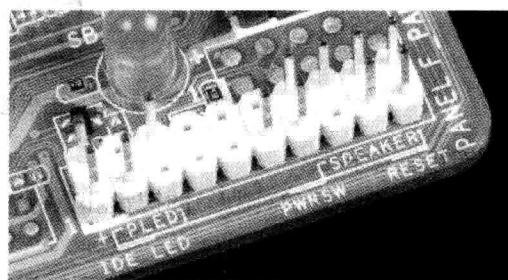

图 1-23 主板跳线图
6) 连接机箱电源、重启键、喇叭、硬盘指示灯、电源指示灯。图 1-23 是主板相应的接口图。